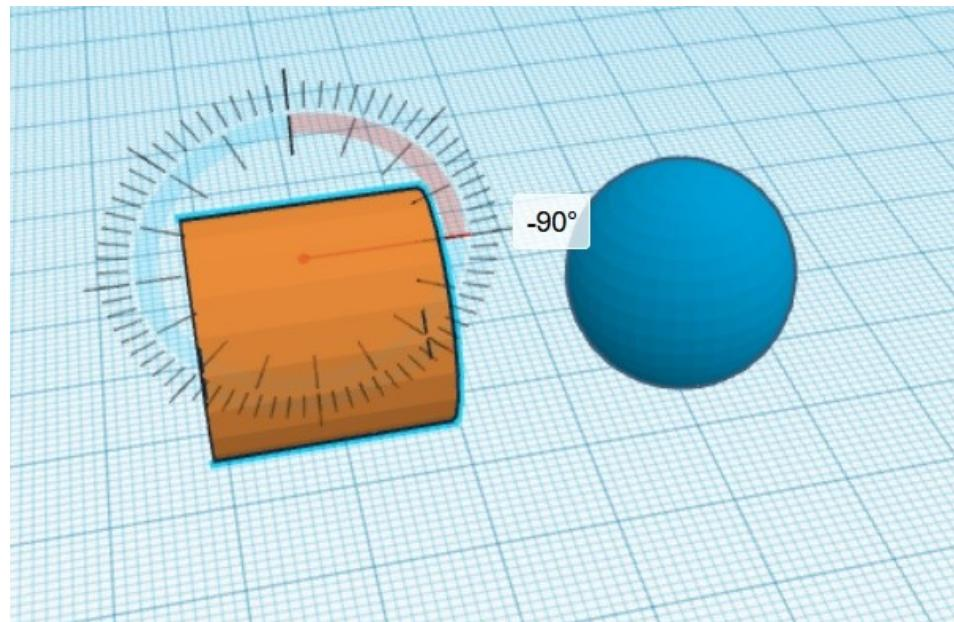

Abb. 3: *Rotation des Zylinders*
3. Der Zylinder wird ausgewählt und um 90° rotiert, sodass er mit einer der flachen Seiten in Richtung der Kugel liegt (Abb. 3).